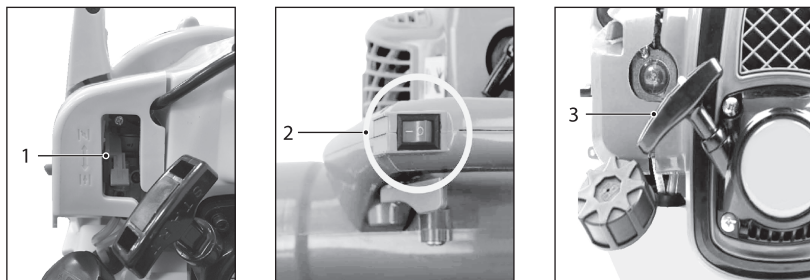

Рис. 8
- Переведите рычаг воздушной заслонки 1 (рис. 8) в нижнее положение –  «Открыто».
- Включите зажигание выключателем 2 (рис. 8), расположенным на рукоятке.
3. Плавно потяните рукоятку стартера 3 (рис. 8) до момента зацепления в механизме и энергично вытяните шнур еще на 50–60 см. Повторите до запуска двигателя.